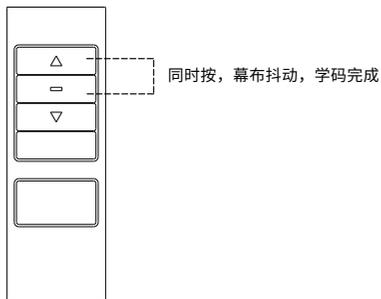

图17
- 1.先断开幕布电源, 10秒后再重新接入电源, 幕布上下微动1次提示上电; 上电10秒以内, 同时按遥控器“停止键”和“上行键”, 幕布再上下微动1次学码成功。(如图17)